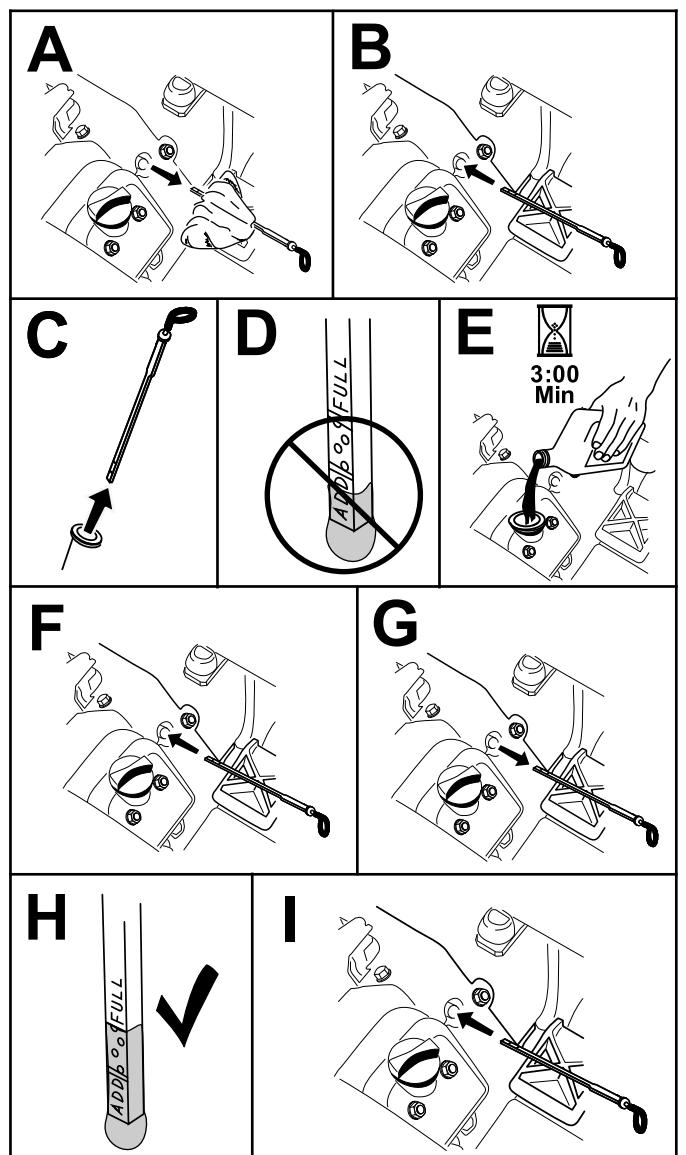

Figura 25
5. Inserite l'asta di livello nel tubo e verificate che sia inserita a fondo. Estraete l'asta di livello dal tubo e controllate il livello dell'olio. Se il livello dell'olio è basso, rimuovete il tappo del serbatoio dalla copertura della valvola e aggiungete una quantità sufficiente dell'olio indicato per aumentare il livello fino al segno Full ("Pieno") sull'asta di livello (Figura 25).